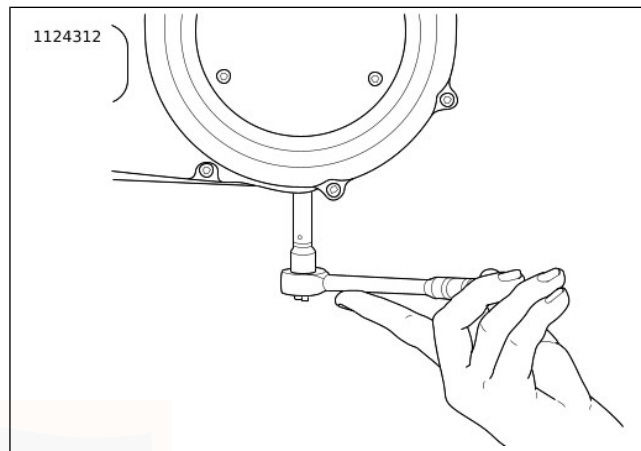

Abbildung 125. Ausbau/Einbau der Kettengehäuse-Ablassschraube
3. Siehe Abbildung 125. Das Primärkettengehäuse entleeren.